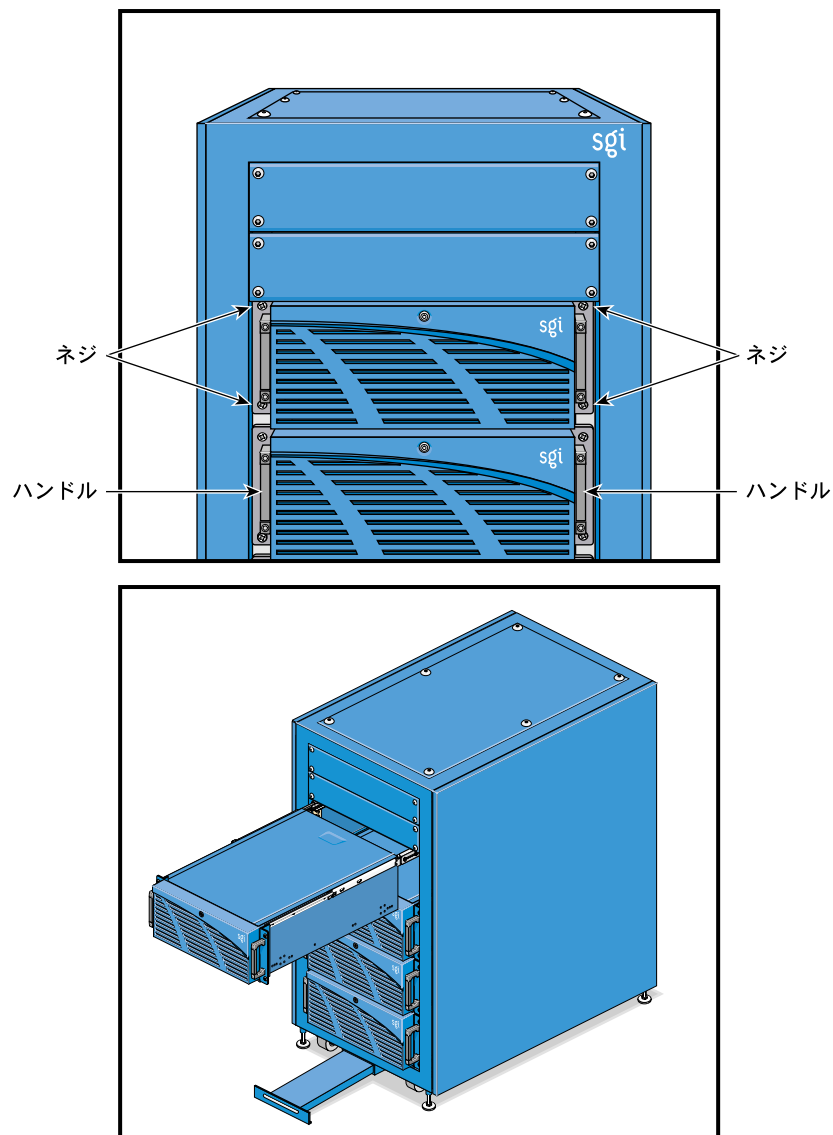

図 4-6 ラックからノードを外して引き出せるようにする
8. ノードをラックケースから外して引き出せるようにするために、ノード両端からそれぞれ2つのネジを外します。ネジはハンドルの上下についています(図 4-6 を参照)。ネジはなくさないようにしてください。